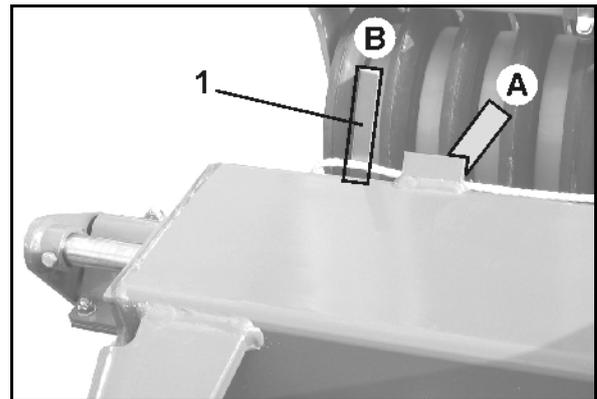

Fig. 26
- Fig. 26 - côté droit de la machine, pos. A.